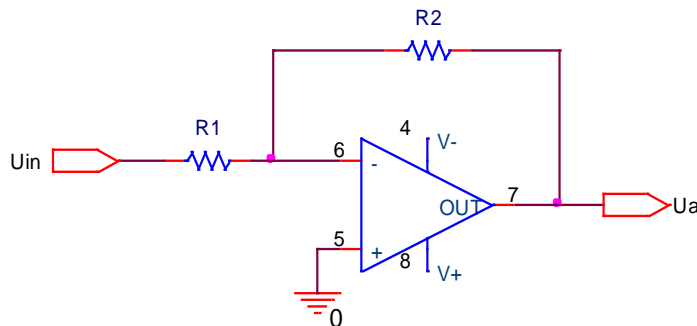

Abbildung 3: Invertierender Verstärker mit $\mu A741$.
5. Was geschieht, wenn man bei anliegender Sinusspannung die negative Versorgungsspannung auf -5V verringert? (Bild 3)
2. Ermitteln Sie messtechnisch die Frequenzgänge ($V=10$, $V=100$) der Schaltung und zeichnen Sie die Bode-Diagramme der Verstärkung. Verwenden Sie dazu 2 OpAmp mit parallel geschalteten nicht invertierenden Eingängen. Stellen Sie dabei die Leerlaufverstärkung und die Verstärkungen des geschlossenen Kreises in einem Diagramm dar (open loop gain aus Datenblatt entnehmen). (Bild 3, für Verstärkungen im Durchlassbereich)
- b) neg. Eingangsspannung. (Bild 3, X-Y)
4. Wie verhält sich die Schaltung bei nicht sinusförmigen Eingangsspannungen (Dreieck, Rechteck)? (Mit und ohne C, Bild 3)
4. Messen sie die Herzkurve, wenn der Proband mit einer Hand den Mantel eines Netzkabels umfasst. Werden 50Hz-Störungen ausreichend unterdrückt ? (Bild 3)